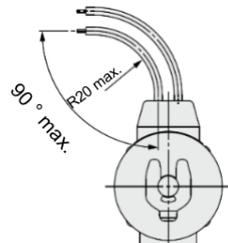

Figure 4. Courbure du câble
- Ne pliez pas les câbles à plus de 90° avec un rayon inférieur à 20 mm, au risque de les endommager. Voir Figure 4.